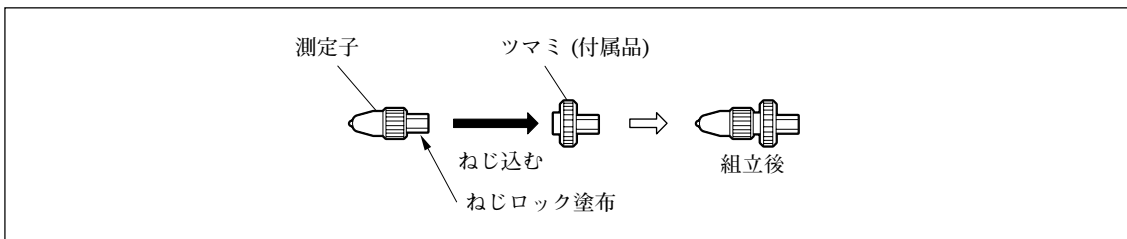

Fig. 3 測定子の組立
1. 測長ユニットから測定子を外し、エアリフターに付属しているツマミへねじ込みます。(Fig. 3)